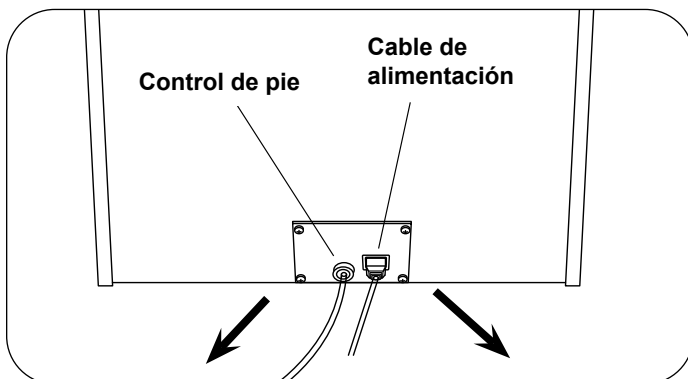

Figura 11. Enchufes del cable de alimentación y el control de pie
15. Desconecte el control de pie y el cable de alimentación y colóquelos en el cajón de almacenamiento trasero (Figura 11). El cable de alimentación de los modelos 6000/6500/6800/6000PLUS/6500PLUS y 6800PLUS está instalado en la mesa. Es posible que quiera colocar el extremo del tomacorriente del cable en el cajón de almacenamiento trasero para evitar daños mientras transporta la mesa.